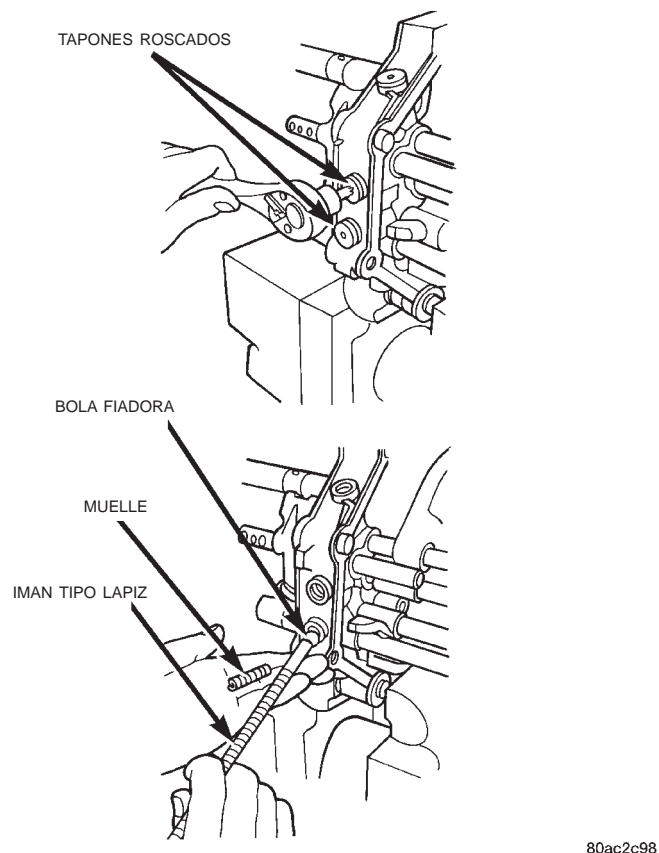

Fig. 66 Desmontaje de bola fiadora y muelle
(21) Retire los tapones roscados de la placa intermedia. A continuación, retire la bola fiadora y el muelle de los orificios de los tapones con un imán tipo lápiz (Fig. 66). Tenga en cuenta que el muelle inferior es más corto que los otros dos muelles.
(22) Retire la placa intermedia de la mordaza, gire la placa 180°, y vuelva a instalarla en la mordaza empleando la misma disposición de montaje de pernos y arandelas.